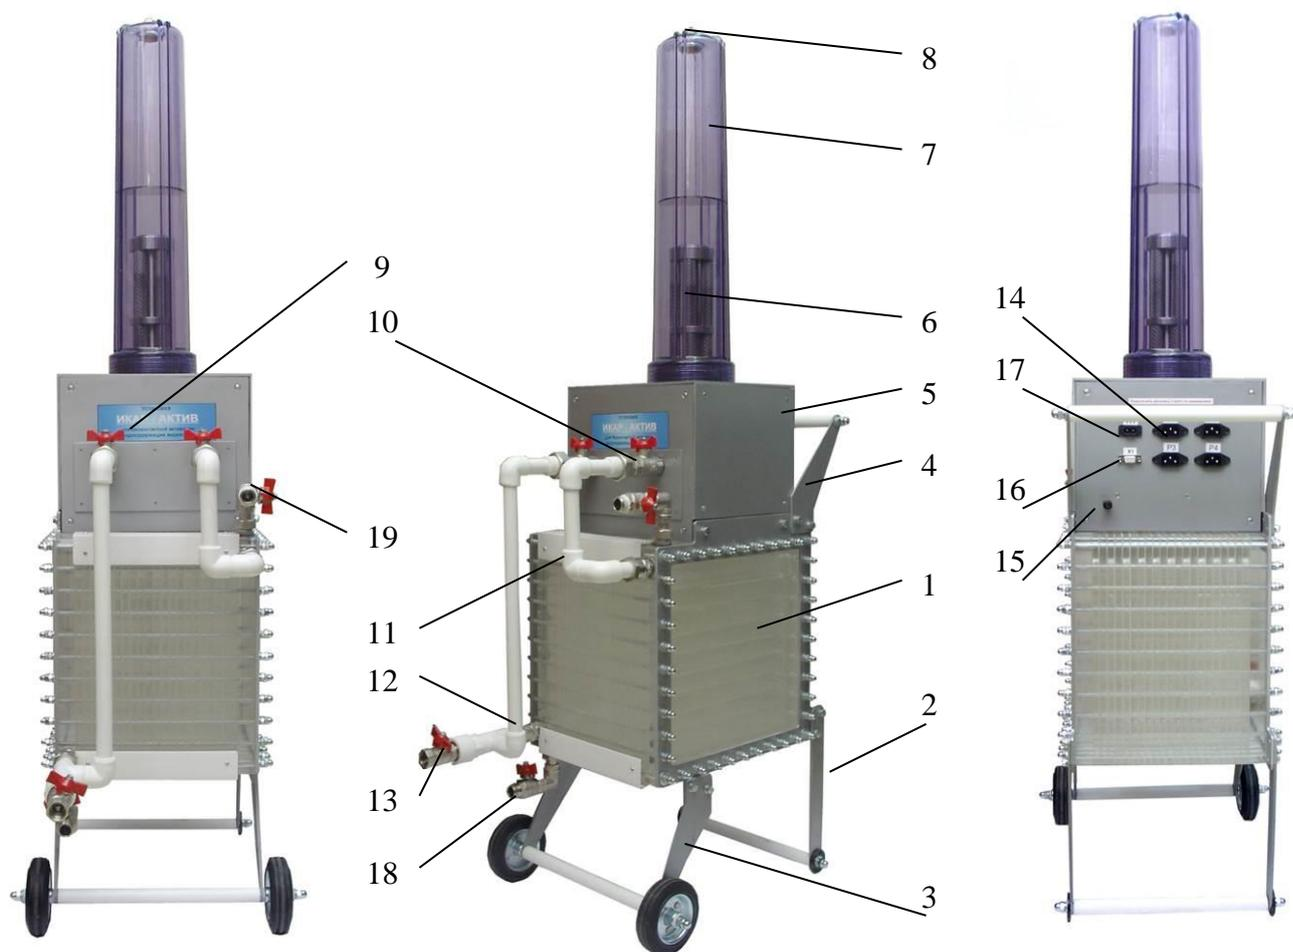

Рис.3. Устройства У-БАЖ и У-КАЖ.
- Основной частью комплекса является У-БАЖ, смотри рис. 3 (поз.1,) который представляет собой многокамерный блок из метилметакрилата (оргстекло техническое), камеры разделены водонепроницаемыми перегородками из трехслойного полипропилена.